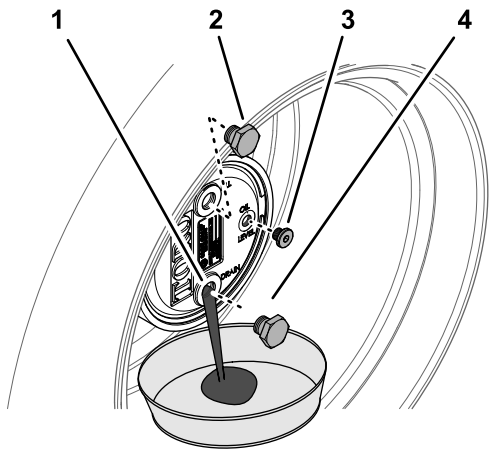

図 101
2. 補給プラグが時計の 12 時を指し、点検プラグが 3 時の位置を指すようにマシンを駐車する 図 101。
- プラネタリハブの下にオイル回収容器を置き、6時の位置にあるドレンプラグを外してオイルを抜く図 101。
- プラネタリハウジングのドレン穴にプラグを取り付ける図 101。